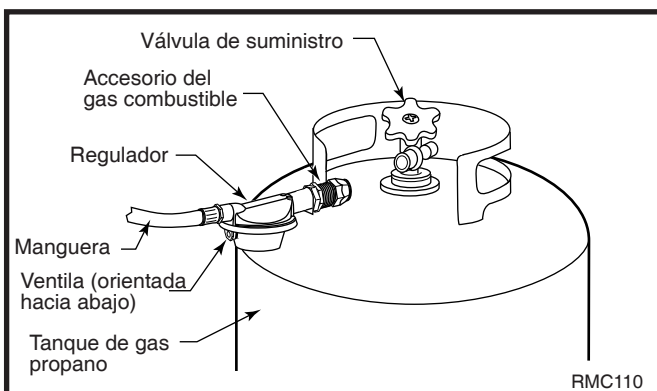

Fig. 5 Fije el regulador con la ventila orientada hacia abajo.
9. Instale el conector para gas combustible del conjunto de la manguera con regulador a los tanques de propano. Gire el conector en dirección contraria a las manecillas del reloj en las roscas del tanque. Apriete firmemente con una llave. **IMPORTANTE:** Apriete el regulador con la salida apuntando hacia abajo. De esta manera, se protege el regulador de los efectos de la intemperie. (Fig. 5)